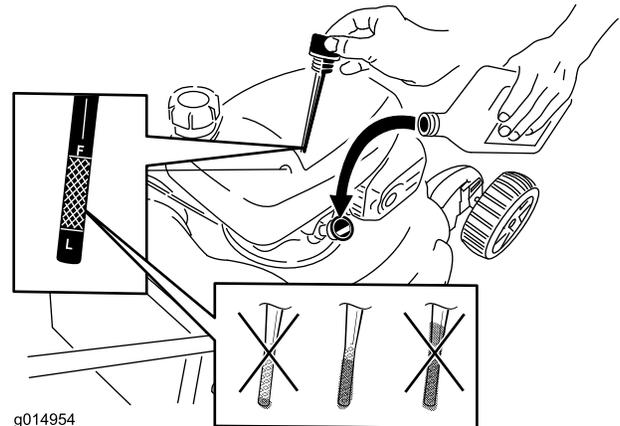

Figura 14
2. Retire la varilla (Figura 14).
5. Retire la varilla y observe el nivel de aceite; consulte Figura 14.
- Si el nivel de aceite es demasiado bajo, añada una pequeña cantidad de aceite lentamente por el tubo de llenado y repita los pasos 3 a 5 hasta que el nivel del aceite sea correcto, según se muestra en Figura 14.